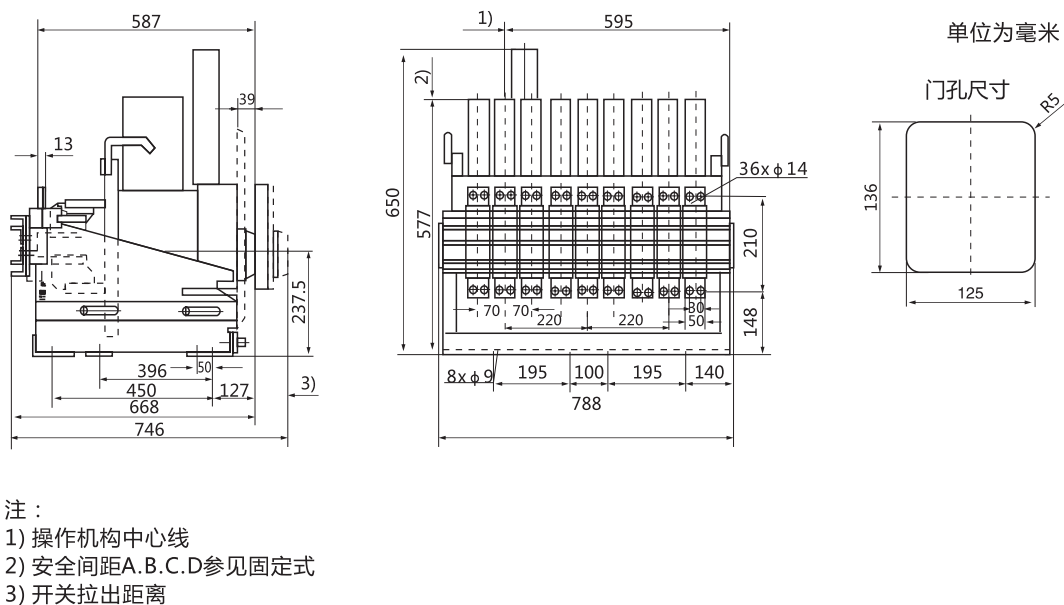

图20 RDW17-3900抽屉式外形及安装尺寸
7.9 RDW17-3900抽屉式断路器外形及安装尺寸见图20